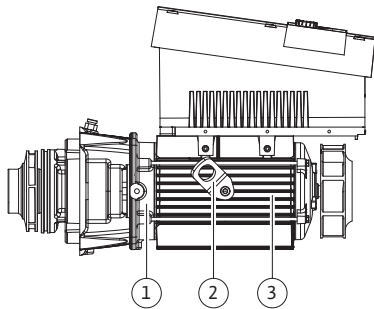

Fig. 13: Głowica silnika
Pod względem techniki montażu wirnik (Fig. 6, poz. 6) i latarnia (Fig. 6, poz. 7) należą do głowicy silnika (Fig. 13).
- Uchwyty transportowe (Fig. 13, poz. 2) zostają przy tym usunięte z kołnierza silnika (Fig. 13, poz. 1), przesunięte na korpus silnika i przykręcone tymi samymi śrubami do korpusu silnika (Fig. 13, poz. 3).